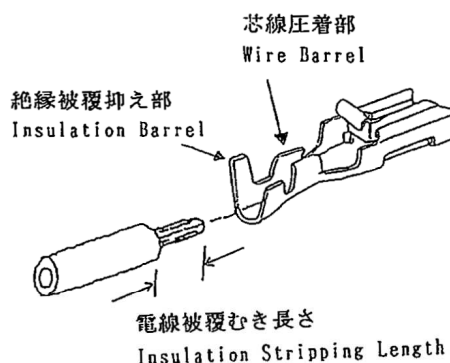

Fig. 2
- (2) 電線の被覆むきはFig.2と6により正しく行ってください。その長さが不足したり、導体自身を切ったりすると圧着性能が不安定になりますのでご注意ください。
- (2) Wire insulation must be stripped to the length specified in Fig. 2 & 6. Reasonable care must be taken to keep the correct length, and not to nick or cut the conductors during stripping, lest it should result degraded termination.